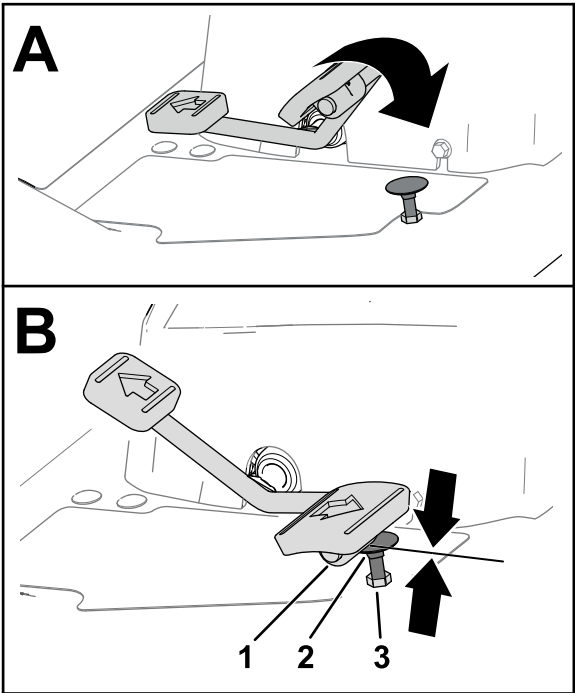
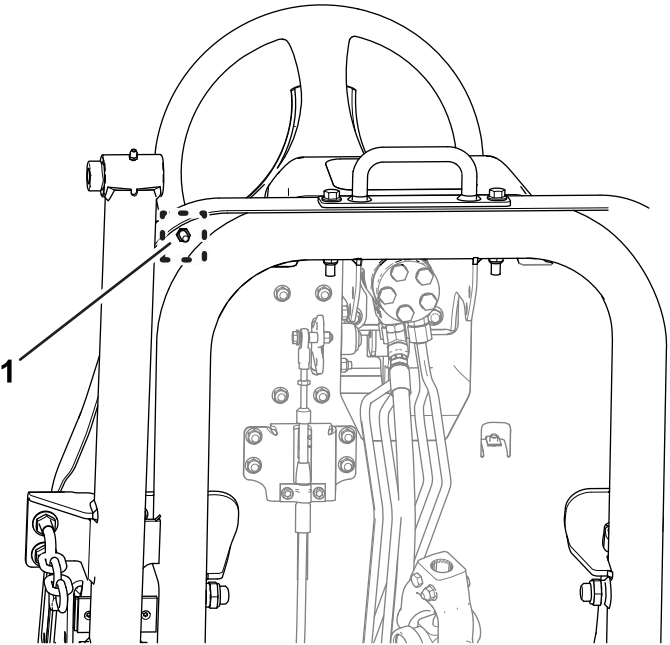

图 81
图 82
1. 将驱动踏板向前推到底图 81。
- A. 使用扳手固定驱动踏板止动器图 81。
- B. 拧松踏板底部的锁紧螺母图 82。
- C. 将驱动踏板向前推到底图 81。
- D. 在固定驱动踏板止动器的同时调整脚踏板图 81 上方的锁紧螺母直到驱动踏板接触到止动器。
- F. 在固定驱动踏板止动器的同时上紧脚踏板图 81 和图 82 底部锁紧螺母的扭矩至 3745N·m。